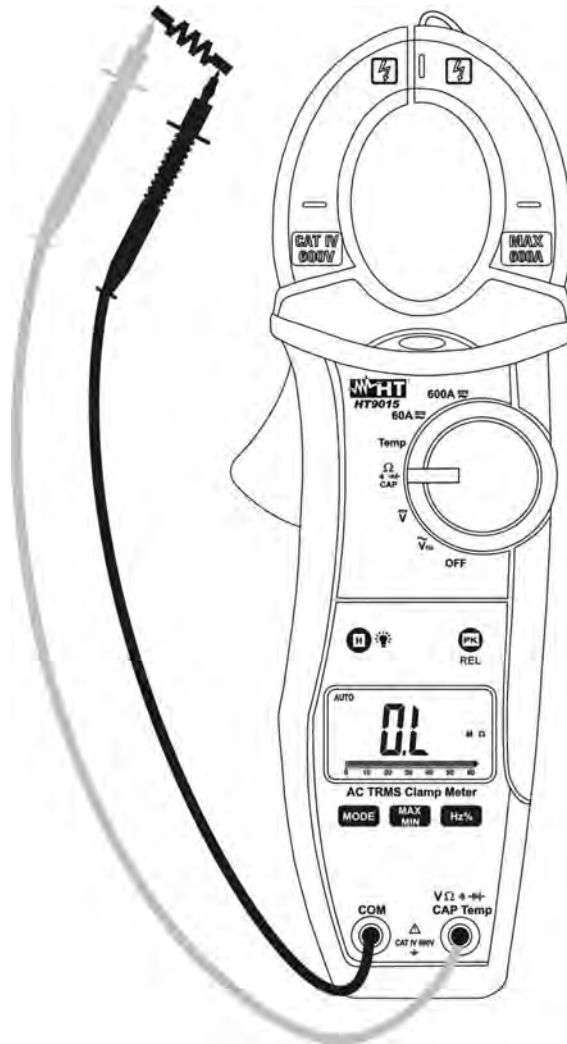

Abb. 5: Messung von Widerständen
3. Verbinden Sie die Meßspitzen mit dem Messkreis (Abb.5) und der Meßwert wird angezeigt.